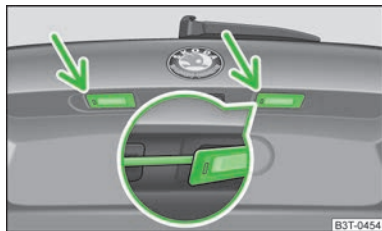

Fig. 193
- Introducir un destornillador plano en el orificio en la zona de la flecha » fig. 193 y girar con cuidado hasta la mitad de la luz, la luz sobresale un poco.